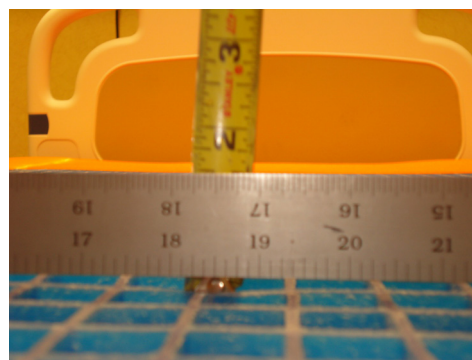

Figure 6
6. À l'aide d'un mètre-ruban, mesurer la profondeur maximale (point le plus bas) depuis le bas de la règle de précision jusqu'en haut du gel, comme illustré à la figure 6.